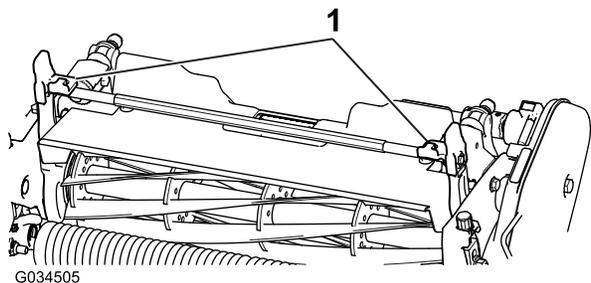
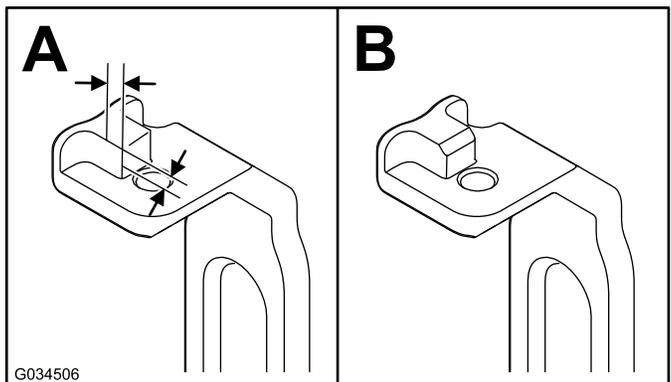

图3
图4
2. 找到两个旋转臂 图3 如 图4 所示在凸耳上测量出 2mm 对棱角进行打磨。